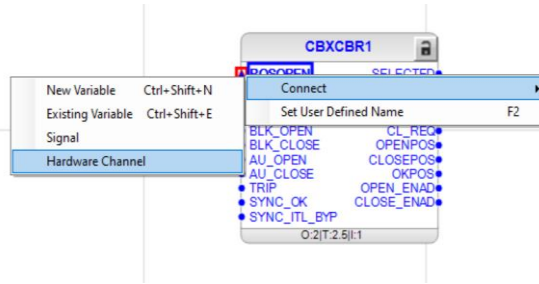

Imagen 74_Conexión de canal a la entrada POSOPEN del bloque CBXCBR1.
2.2.4 Vamos a conectar las entradas, seleccionamos la entrada “POSOPEN” con clic derecho como se visualiza en la **Imagen 74** y después seleccionamos “Hardware Channel - Connect”.